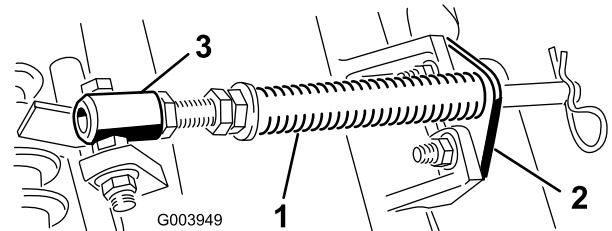

Figure 4
- A. Retirez les 2 boulons de carrosserie et les écrous qui fixent le support de tige aux pattes du plateau de coupe (Figure 4).
- B. Retirez l'écrou à embase qui fixe le boulon du tube de ressort à la patte du bâti porteur (Figure 4). Déposez le tout.